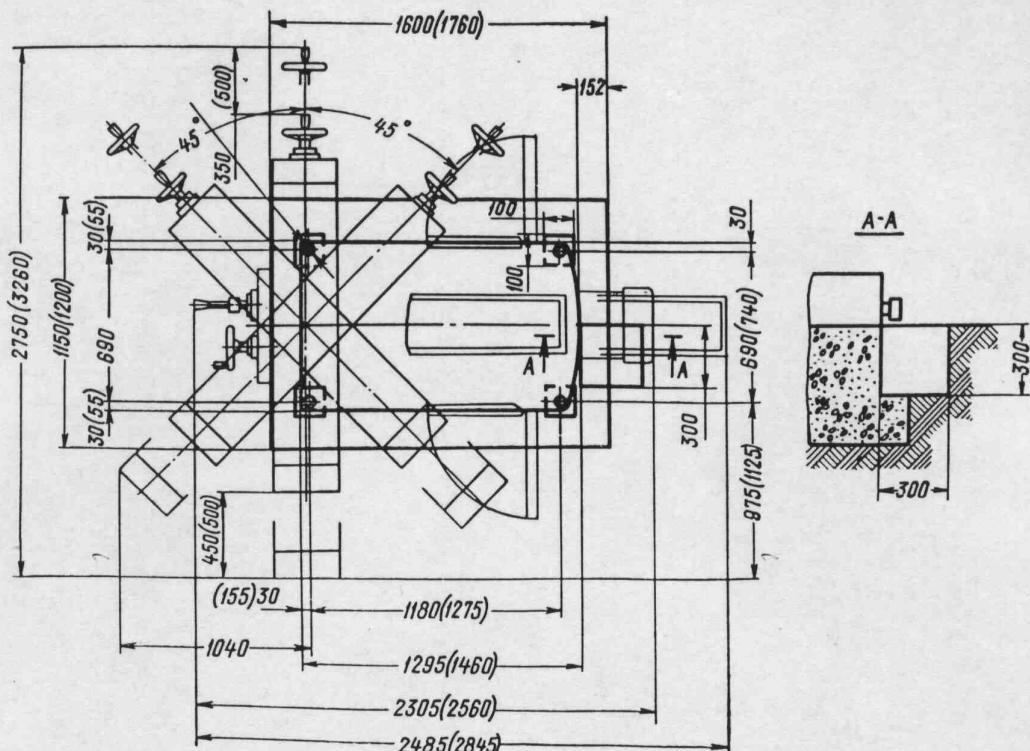

Рис. 36. Установочный чертеж станков 6Р82, 6Р83 (размеры в скобках приведены для станка 6Р83)
3.2.2. Установочные размеры станка и крепежных болтов приведены на рис. 36, 37, 38.